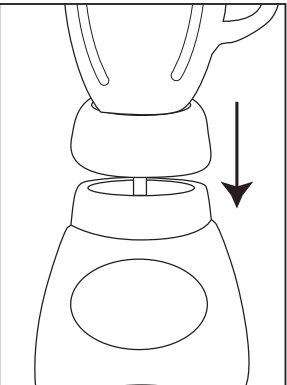

FIGURE 5
- Mettre le récipient assemblé sur le socle-moteur. (Figure 5)